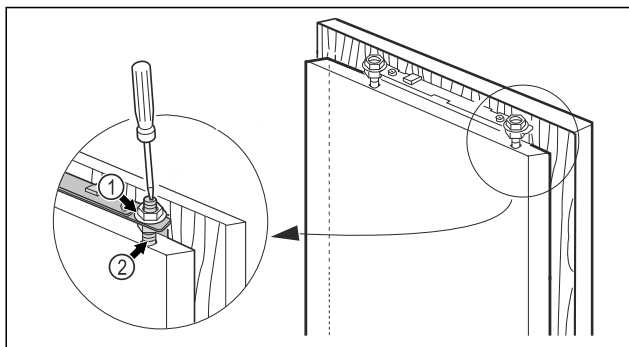

Fig. 49
- Pojistné matice Fig. 49 (1) dotáhněte šestihranným klíčem 13, přitom přidržujte ustavovací čepy Fig. 49 (2) na protější straně šroubovákem.